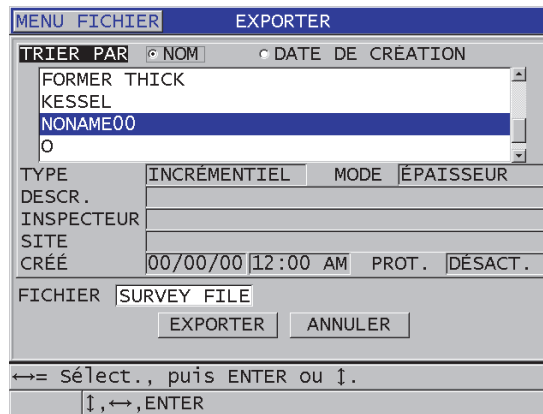

Figure 14-8 Écran EXPORTER
5. Dans l'écran **EXPORTER** (Figure 14-8 à la page 292), faites ce qui suit :